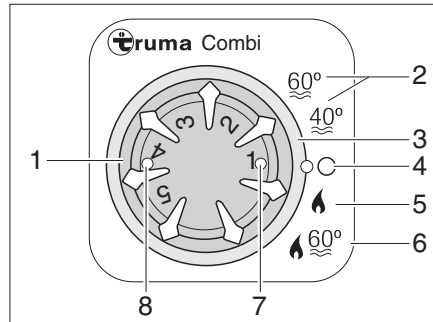

Fig. 326 Unité de commande pour chauffage/chauffe-eau
- Régler le mode de fonctionnement avec l'interrupteur rotatif (Fig. 326,3).
Le chauffage règle le degré d'allumage automatiquement en fonction du niveau de chauffage réglé. En mode de fonctionnement "Chauffage et chauffe-eau" (Fig. 326,6), l'eau du chauffe-eau est également chauffée. Le chauffage peut être exploité avec un chauffe-eau vide dans le mode de fonctionnement "Chauffage sans chauffe-eau" (Fig. 326,5).
- Régler le bouton tournant de température (Fig. 326,1) de l'unité de commande sur le niveau de chauffage désiré.
- Régler l'interrupteur rotatif (Fig. 326,3) sur régime hiver "Chauffage sans chauffe-eau" (Fig. 326,5) ou sur régime hiver "Chauffage et chauffe-eau" (Fig. 326,6).
Le voyant de contrôle vert (Fig. 326,7) s'allume.
- Régler l'interrupteur tournant (Fig. 326,3) sur "O" (Fig. 326,4).